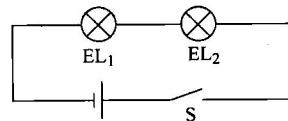

图 1-8 例 1-4 图
**【例 1-4】** 在图 1-8 所示的电路中，当开关 S 闭合时，灯  $EL_1$ 、 $EL_2$  均不亮。某同学用一根导线去查找电路的故障，他将导线先并联在灯  $EL_1$  两端时发现灯  $EL_2$  亮、灯  $EL_1$  不亮，然后将导线并联在  $EL_2$  两端时发现两灯均不亮，由此可以判断（ ）。